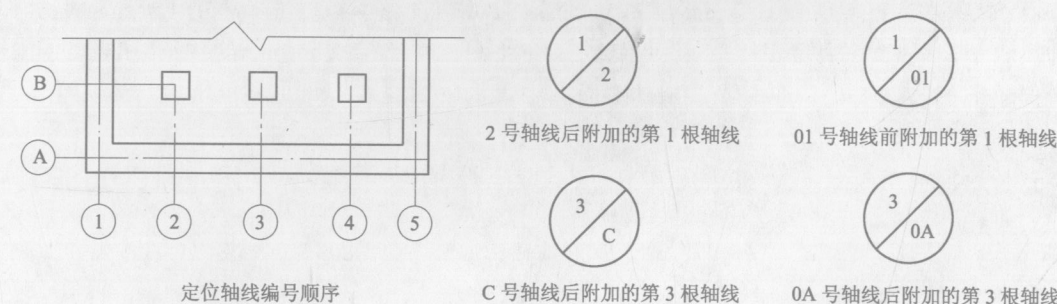

图 1.7 定位轴线
① 定位轴线用细点划线绘制。② 平面图上定位轴线编号常在图的下方与左侧，横向用阿拉伯数字从左至右顺序编写，竖向用大写拉丁字母从下至上顺序编写。见图 1.7。
① 用分数表示。② 两根轴线之间的附加轴线，分母表示前一轴线编号，分子表示附加轴线编号，用阿拉伯数字顺序编写。③ ①轴线或A轴线之前的附加轴线，分母 01、0A 分别表示位于①轴线或A轴线之前的轴线。见图 1.7。